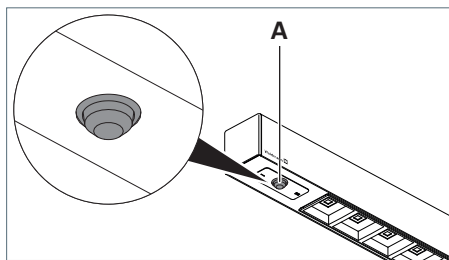

Fig. 4 : Capteur PIR, modèle R.
- Orienter la tête sphérique **A** du capteur PIR dans le sens souhaité, voir Fig. 4.